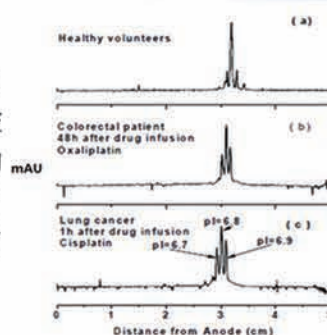
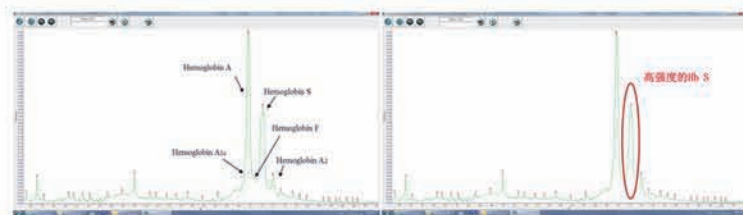

图5-1: cIEF-WCID研究顺铂抗癌药与HbA1c的相互作用
图5-2: cIEF-WCID表征血液病诊断中标志性的血红蛋白和镰形细胞血红蛋白疑似病人全血中的高强度Hb S
**应用5: 临床化学: cIEF-WCID技术可应用到与疾病相关的蛋白和多肽生物标记物的诊断，**（图5-1）展示了肺癌和肠癌病人服用顺铂抗癌药Oxaliplatin和Cisplatin后，血清HbA0-药物复合物的表征，实验表明健康人服用顺铂抗癌药后其与HbA0复合物的表征与肺癌和肠癌患者存在明显差异，还可以应用到血液病的临床诊断（图5-2）
- (A)HbA2升高，可见于维生素B12或叶酸缺乏所致的巨细胞贫血、部分轻型珠蛋白生成障碍性贫血
- (B)HbA2降低见于缺铁性贫血
- (C)HbF升高可见于纯合子β珠蛋白生成障碍性贫血、杂合子β珠蛋白生成障碍性贫血和正常新生儿
- (D)其它血液病: